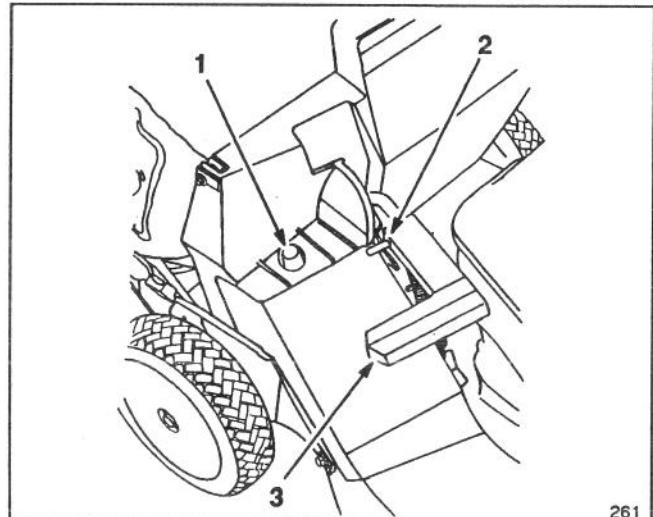

Abb. 12
2. Sicherstellen, daß der Griff der Auswurftür ganz nach vorne gezogen ist, und daß der Stift in die Klinke eingeschnappt ist (Abb. 12).
3. MONTAGE DES SACKS – Das Loch im Sackgestell über den Stift auf dem Mähergehäuse schieben (Abb. 12). Setzen Sie den hinteren Teil des Sackgestells auf den unteren Holm.
5. ENTLEERUNG DES SACKS – Den Motor abstellen und warten, bis alle Teile stillstehen. Bewegen Sie den Griff der Auswurftür nach oben und schieben Sie ihn nach vorwärts, damit der Schließstift einrasten kann (Abb. 12). Nehmen Sie die Griffe vorne und hinten auf dem Sack in die Hand, und heben Sie den Sack vom Mäher. Behutsam den Sack nach vorne kippen, um das Geschnittene auszuleeren.